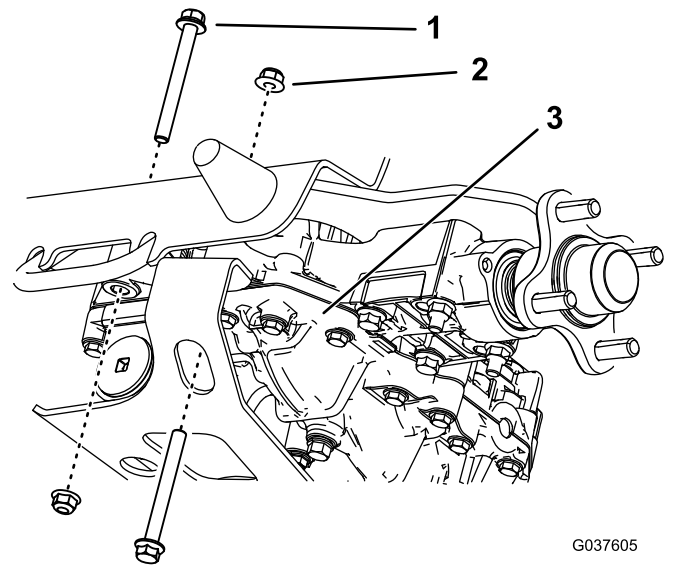

Figure 9
5. Retirez les 2 boulons arrière et les 2 écrous de la boîte-pont droite (Figure 9). Conservez les écrous.